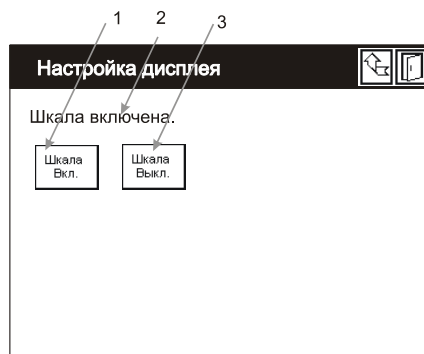

Рисунок 5.7. Управление аналоговой шкалой.
- нажать кнопку «Настройка дисплея» п. 1 рис. 5.3, дисплей примет вид рис.5.7;
- для отображения аналоговой шкалы нажать кнопку «Шкала Вкл» п. 1 рис. 5.7;
- для отмены отображения аналоговой шкалы нажать кнопку «Шкала Выкл» п.3 рис.5.7;